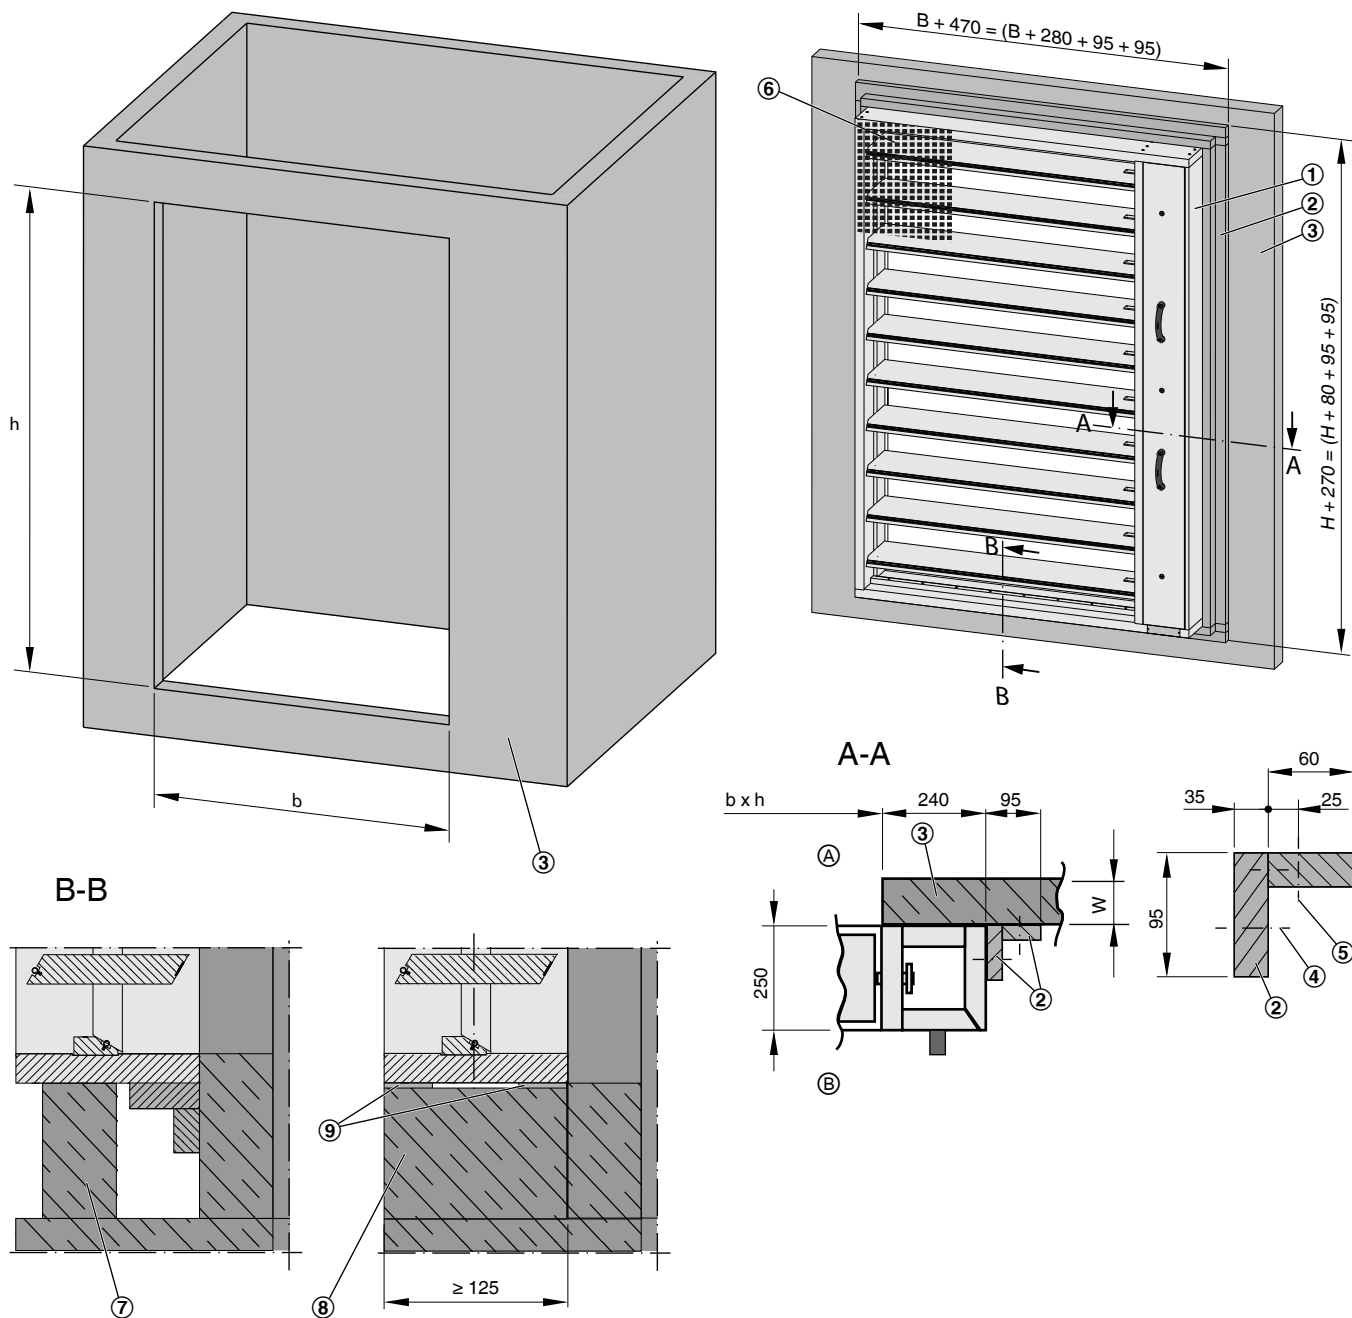

Abb. 13: Einbau an massiver Schachtwand
1. ▶ Einbauöffnung fachgerecht herstellen, siehe Abb. 13.
2. ▶ Riegel (Abb. 13/2) herstellen und an der unteren Seite der Entrauchungsklappe vormontieren.
Wird die Klappe bodenbündig oder auf einem Sockel (Abb. 13/8) gesetzt, entfällt der untere Riegel und es wird ein Keramikfaserpapierstreifen (Abb. 13/9) am unteren Rahmen der Klappe angeklebt (Sockelbreite, vorne und hinten bündig).
Riegel an den Stossstellen (Abb. 13/2) untereinander und am Gehäuse verkleben (z. B. K84, Promat oder gleichwertig) und am Gehäuse der Entrauchungsklappe mit Schnellbauschrauben $4 \times 70 \text{ mm}$ verschrauben (mit $\varnothing 3 \text{ mm}$ vorbohren), Schraubabstand $\leq 150 \text{ mm}$.
5. ▶ An der Entrauchungsklappe die Entrauchungsleitungen (Einbau- und/oder Bedienseite) anschließen (Abb. 13/6), ↪ 6 „Entrauchungsleitung und Abschlussgitter“ auf Seite 33.